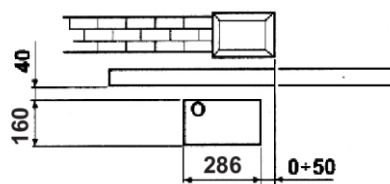
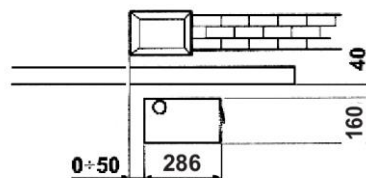

Fig. 3
Fig. 4
- La piastra di fondazione deve essere posizionata come da fig. 3 (chiusura destra) o fig. 4 (chiusura sinistra) per garantire il corretto ingranamento tra il pignone e la cremagliera.